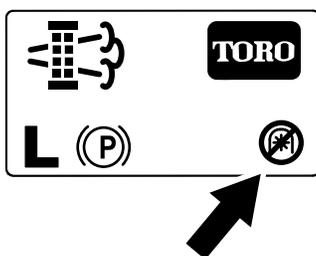

Figura 47
**Nota:** La pantalla de inicio muestra el icono de toma de fuerza desactivada (Figura 47).
**Nota:** La pantalla de inicio muestra el icono de toma de fuerza desactivada; consulte la Figura 47 en Mensajes de regeneración con la máquina aparcada \(página 43\).